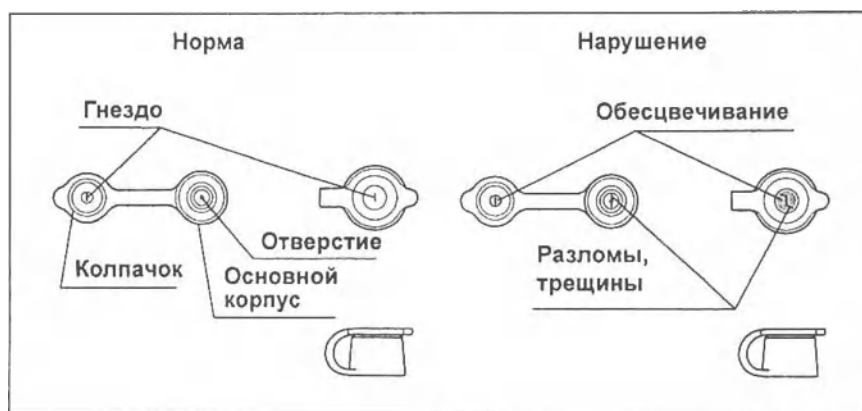

Рисунок 3.9.
1. Убедитесь в том, что гнездо и отверстие на клапанах для биопсии не имеют разломов, трещин, деформаций, обесцвечивания либо других повреждений (см. Рисунок 3.9.).